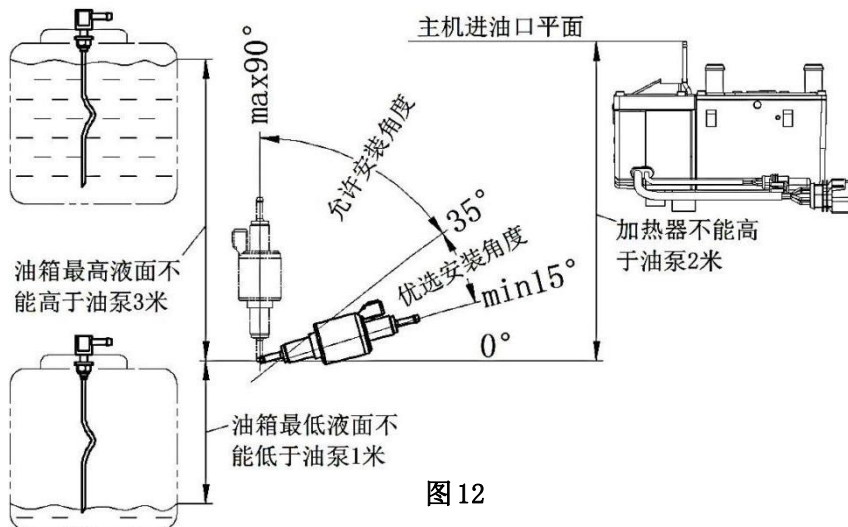

图 12
3.5.1 在车上应使用带橡胶护套的油泵卡子固定油泵。油泵出油口应向上倾斜，其安装角度在 $15^{\circ} \sim 35^{\circ}$ 范围内选定(图 12)。